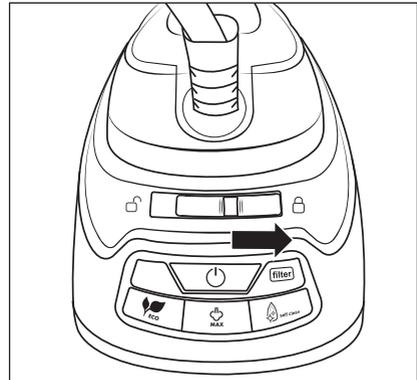

Fig. 8
- 4) Bloquee la plancha de vapor **1** deslizando el interruptor de bloqueo **15** hacia la derecha en dirección al símbolo  (bloqueado) (consulte la fig. 8).